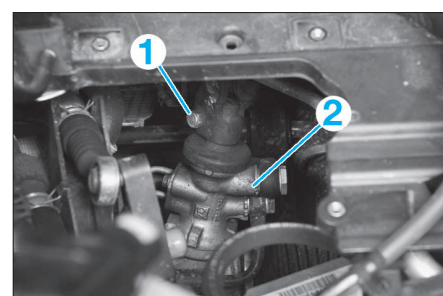

FIG. 8
- la vis de liaison (1) entre le cardan de direction et le boîtier de direction (2) (Fig.8).